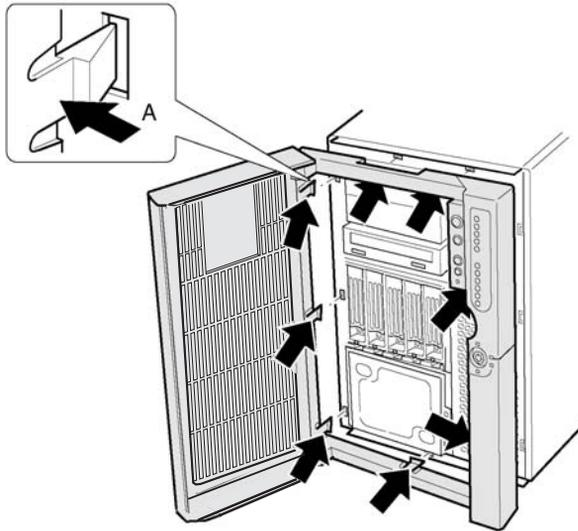

Abbildung 62 - Entfernen der Original-Towerblende
- 4 Drücken Sie auf jede der acht Plastiklaschen (Abbildung 62, A) auf dem Rahmen der Blende, bis alle Laschen aus ihren Schlitzen gelöst sind. Heben Sie dann die Blende aus den Chassis.